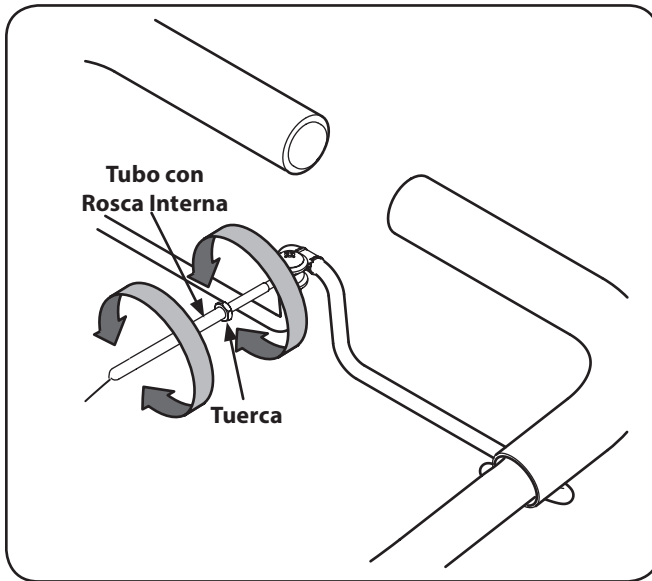

Figura 3-8
6. Cuidadosamente el embrague mediante el levantamiento de la fianza de control de embrague contra el larguero. Las ruedas deben girar. Si las ruedas no giran con el timón en adelante, ajuste de la ONU-threading el tubo en el extremo del cable de un par de vueltas en sentido antihorario, al estar de pie en la posición del operador. Ver Figura 3-8.